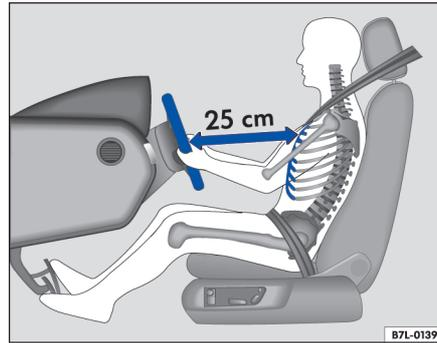

Fig. 50 Posición correcta del conductor
- Ajuste el asiento del conductor o el volante de modo que quede una distancia mínima de 25 cm entre el volante y el tórax ⇒ página 77, fig. 50. ¡Si no respeta la distancia mínima, el airbag no le protegerá adecuadamente y corre peligro de muerte!